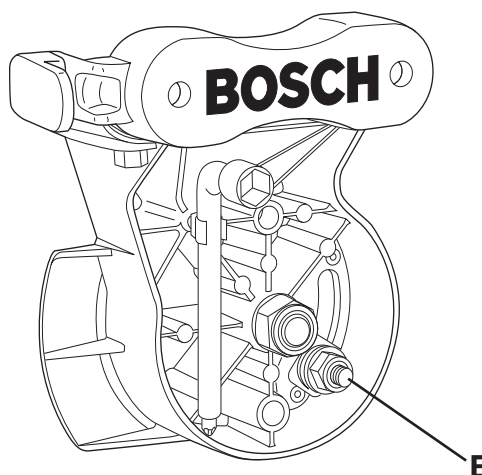

Figure 40. Réglage de la tension du levier de blocage de biseau
2. Placez le clé à douille de 17 mm sur la tête du boulon « E » (Figure 40).